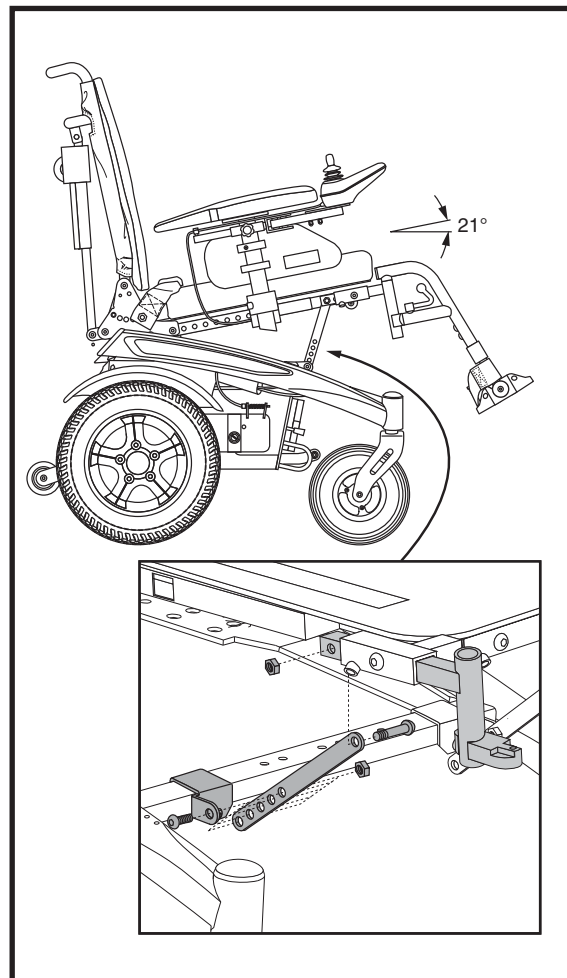

Figura 9. Regolazione angolazione del sedile (basculamento)
2. Estrarre il bullone di regolazione dell'angolazione del sedile. **Vedere figura 9.**